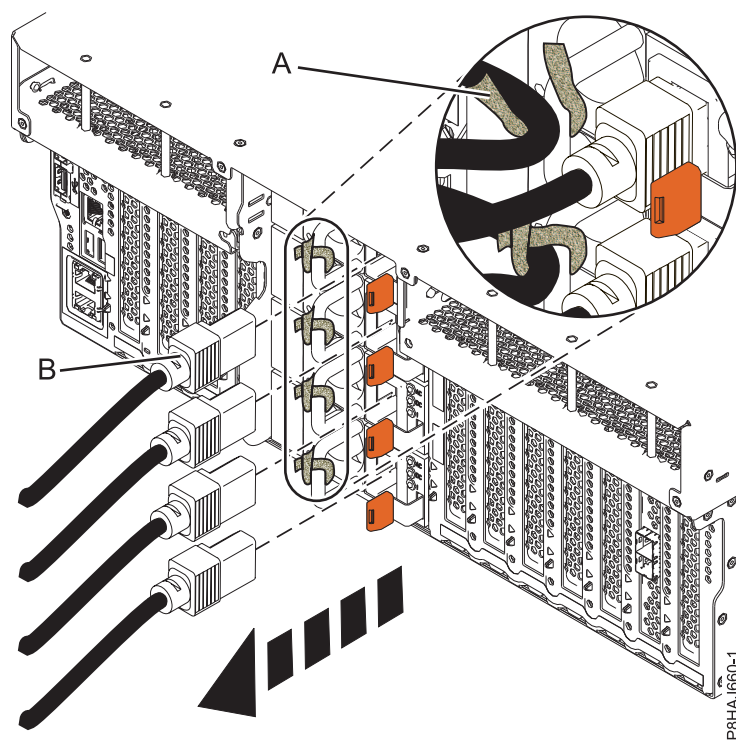
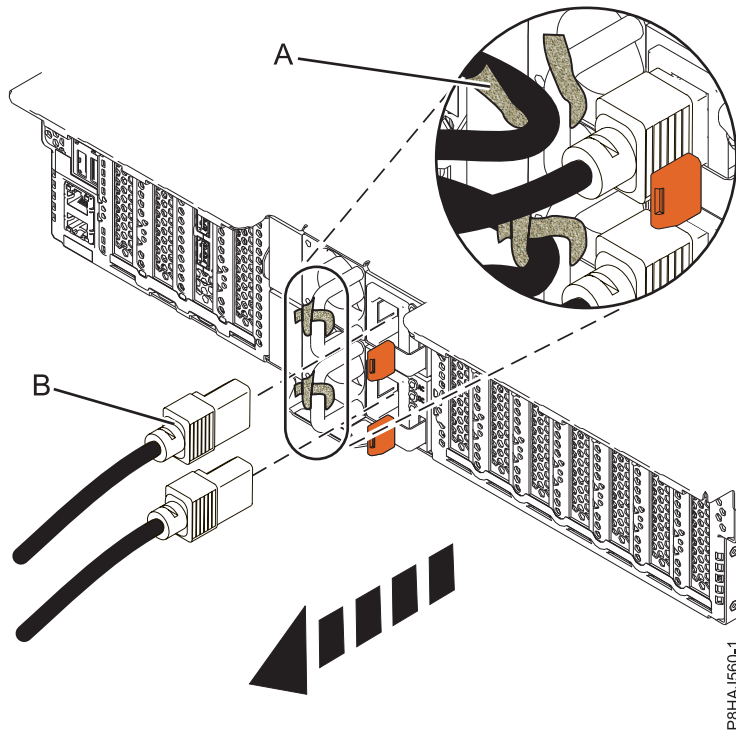
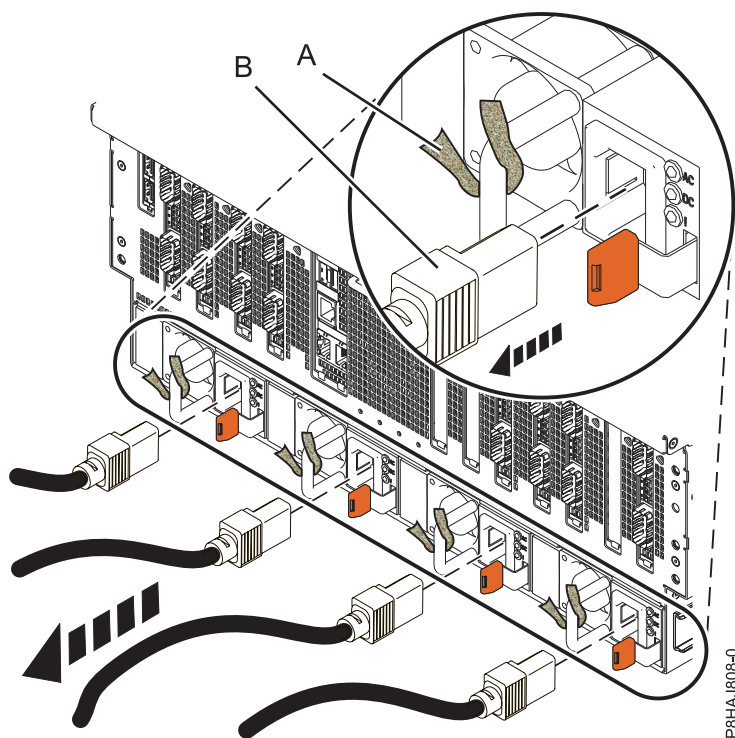

Figura 36. Remover os cabos de alimentação de um sistema 8247-42L, 8286-41A ou 8286-42A
Figura 37. Remover os cabos de alimentação de um sistema 5148-21L, 5148-22L, 8247-21L, 8247-22L, 8284-21A ou 8284-22A
Figura 38. Remover os cabos de alimentação de um sistema 8408-44E ou 8408-E8E
3. Desligue os cabos de alimentação (**B**) da unidade de sistema. Consulte Figura 36 na página 53, Figura 37 na página 53 ou Figura 38 na página 54, ou dependendo do tipo de sistema.